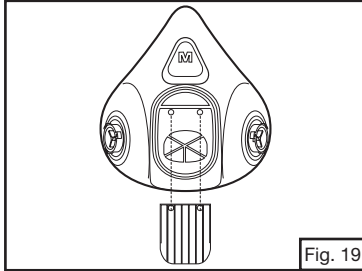

Fig. 19
3. Substitua a válvula de exalação inserindo as hastes e puxando pelo lado oposto até que ambas estejam encaixadas (Figs. 19 e 20). Pressione lateralmente as hastes da válvula para assegurar que estejam devidamente fixadas.